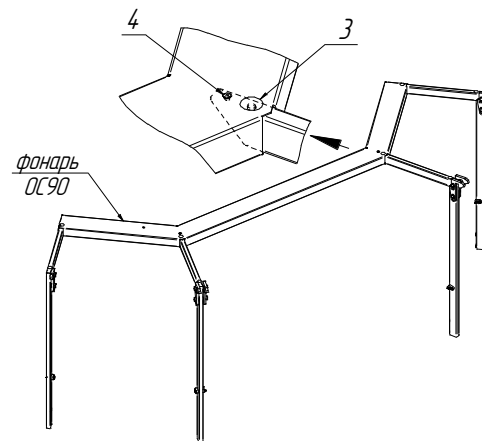

Рисунок 4
На угловых витринах ОС90 кожух фонаря закреплять к центральному стойкам заклепкой 3х6 (4). (См. рисунок 4)